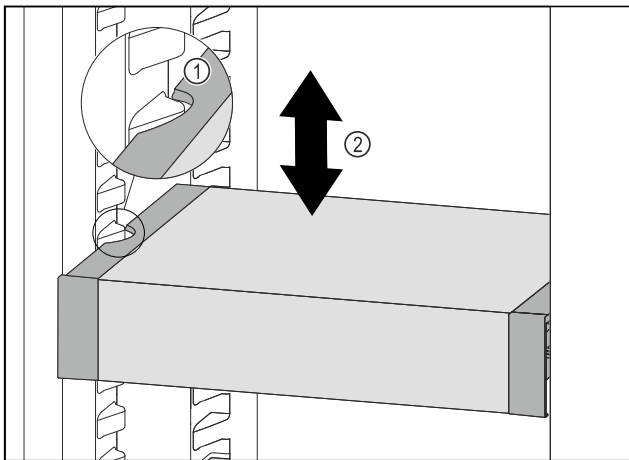

Fig. 109
- ▶ VarioSafe nach vorne ziehen, bis sich die seitlichen Aussparungen des VarioSafes auf Höhe der Behälterrippe im Kühlteil befinden. Fig. 109 (1)
- ▶ VarioSafe im Kühlteil nach oben oder unten bewegen, bis gewünschte Höhe erreicht ist. Fig. 109 (2)